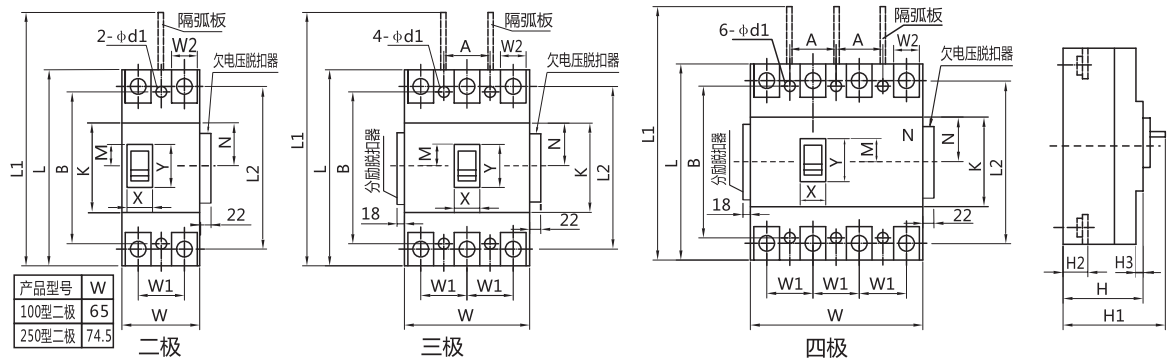
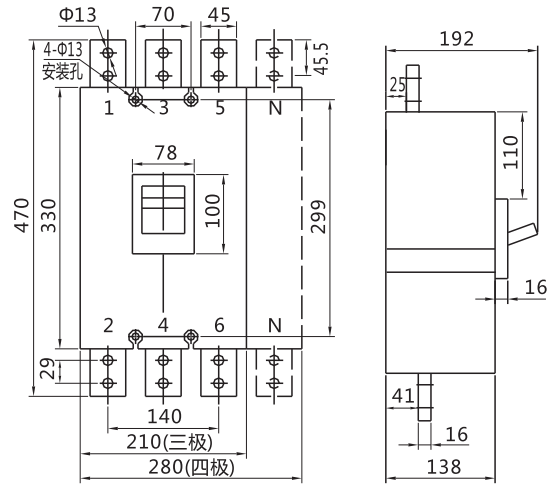

图7 RDM1-63~800板前接线外形及安装尺寸
图12 RDM1-1250M断路器外形尺寸及安装尺寸
6.1 RDM1-63~1250板前接线外形及安装尺寸图7、图12和表9。